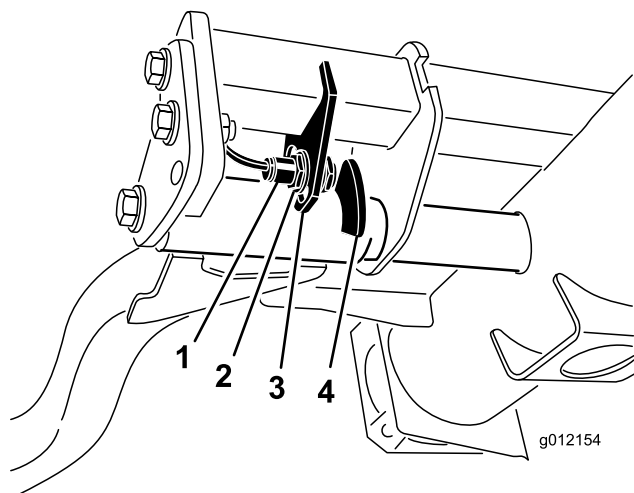

Figura 54
2. El interruptor del brazo de elevación está situado debajo del depósito de aceite hidráulico y detrás del brazo de elevación delantero derecho (Figura 54).
3. Afloje los tornillos de montaje del interruptor (Figura 54) y desplace el interruptor hacia abajo para aumentar la altura de giro del brazo de elevación, o hacia arriba para reducir la altura de giro del brazo de elevación. Apriete los tornillos de montaje.